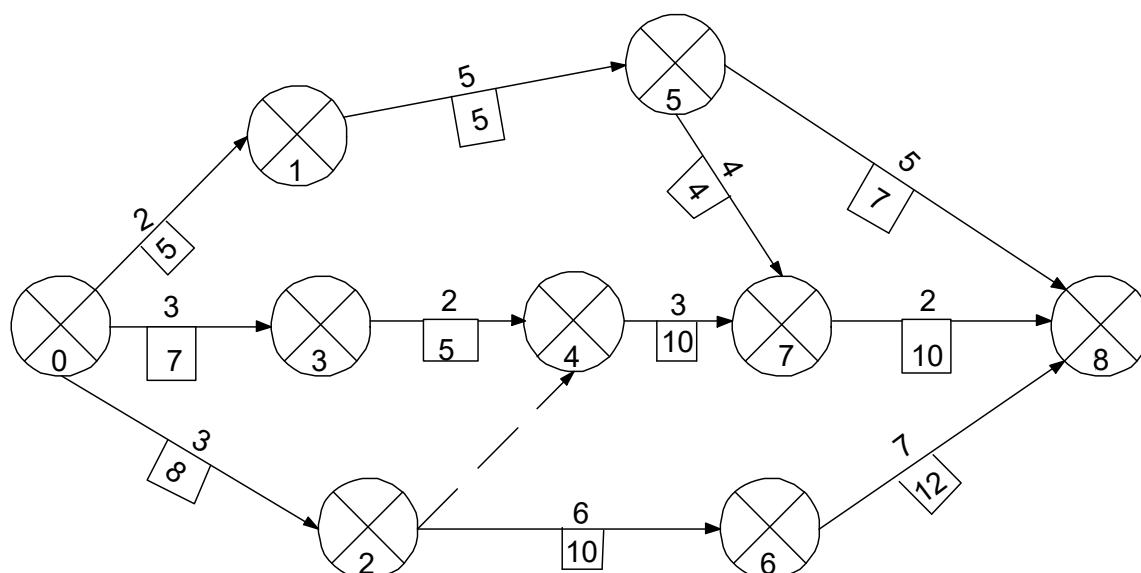

Рисунок 4.2 – Исходные данные для задачи 4
**Задача 4.** Оптимизировать сетевой график (рисунок 4.2) путем увеличения продолжительности работ за счет использования свободных резервов и соответствующего сокращения численности исполнителей. Необходимо равно-